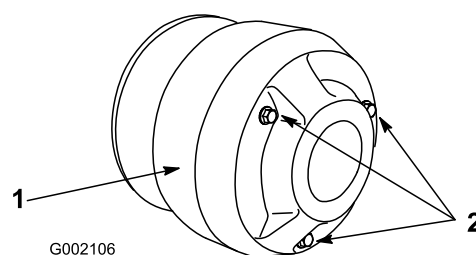

Figura 46
3. Retire os 3 parafusos que fixam a tampa à embraiagem e retire a tampa (Figura 46).